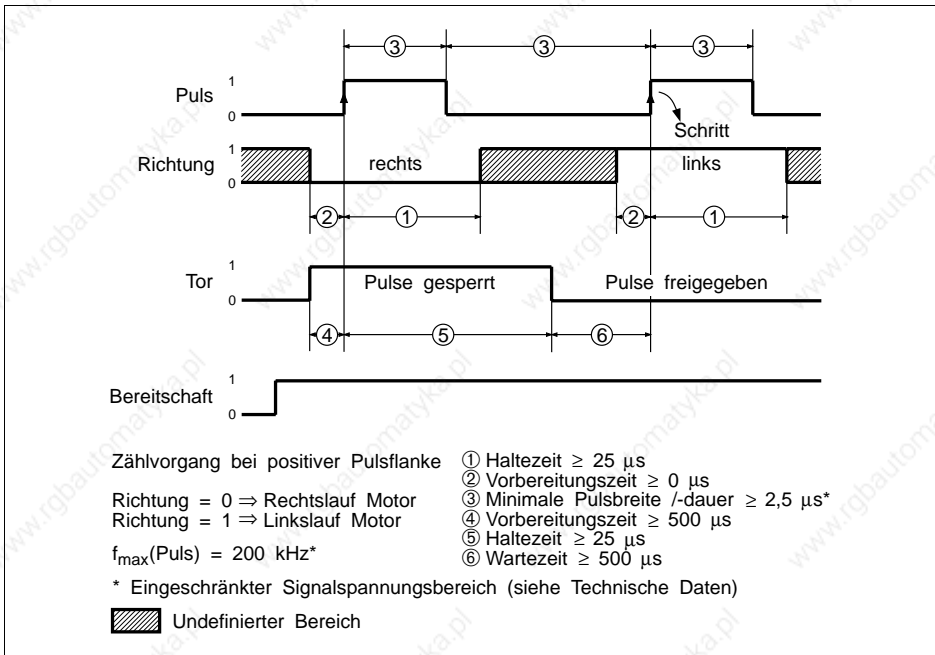

Bild 8 Zeitdiagramm
**Micro-Step** Die Micro-Step-Funktion kann mit dem Micro-Step-Signaleingang oder dem Micro-Step-Schalter ausgewählt werden (siehe auch Seite 16). Der Zeitverlauf des Signaleingangs Micro-Step entspricht dem Zeitverlauf des Signaleingangs Tor (siehe Bild 8).